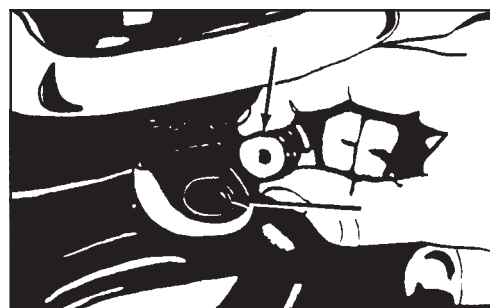

Figure 9
1. Pour nettoyer l'orifice d'aération au centre du bouchon, enlevez le bouchon de l'appareil. Lorsque le bouchon est enlevé, vérifiez également la graisse dans la boîte d'engrenages (voir la figure 9).